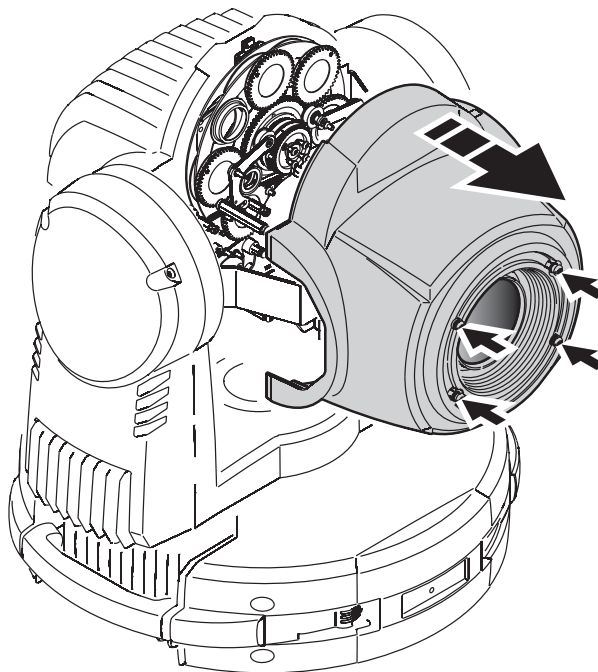

Bild 17: Entfernen der Frontabdeckung
2. Siehe Bild 17. Lösen Sie die vier Schnellverschluss-Schrauben der Frontabdeckung. Ziehen Sie die Abdeckung etwas nach vorne, lösen Sie das Fangseil und nehmen Sie die Abdeckung ab.